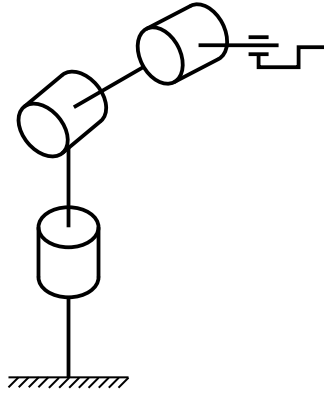

Abbildung 5: Großraummanipulator.
a) Kinematische Kette siehe Abbildung 5.